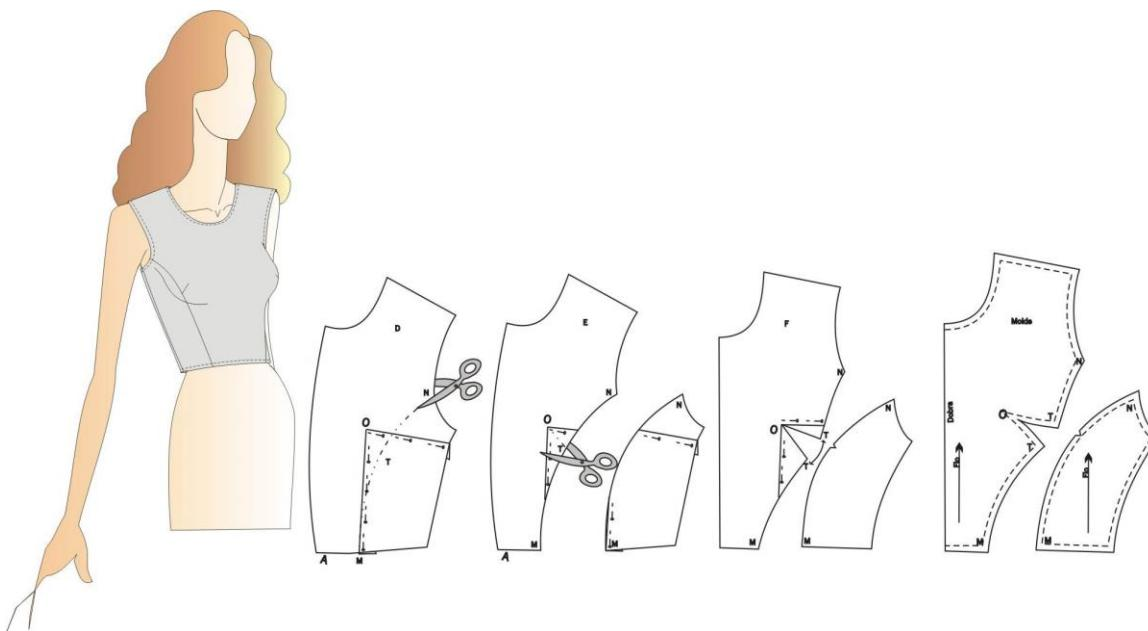

Figura 20 - Recorte Lateral
2. Desenhar o recorte do modelo de acordo com a figura 20. Primeiramente, fechar com cuidado as pences primitivas do molde, com fita *durex* formando o bojo. No molde assim trabalhado, traçar a direção do recorte M – N, passando por cima das pences fechadas como mostra o desenho D;